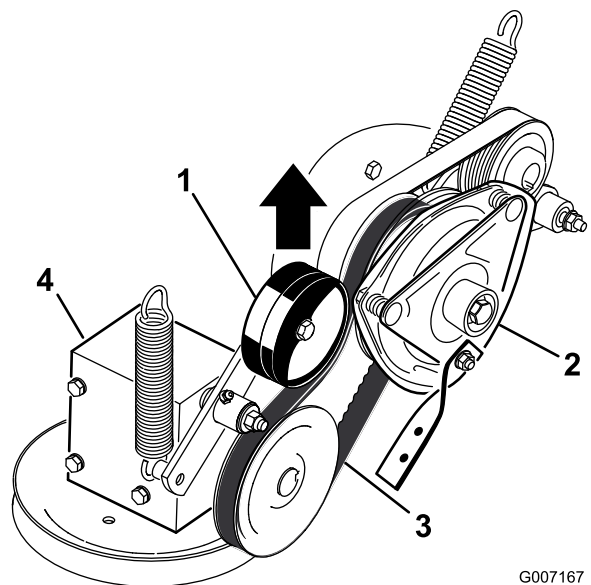

Figura 77
- Tirate verso l'alto la puleggia tendicinghia caricata a molla per la cinghia di trasmissione della PDF e rimuovete la cinghia dalla puleggia della frizione (Figura 77).
17. Tirate verso l'alto il tendicinghia caricato a molla per la cinghia di trasmissione della PDF e montatelo sulla puleggia della frizione (Figura 77).